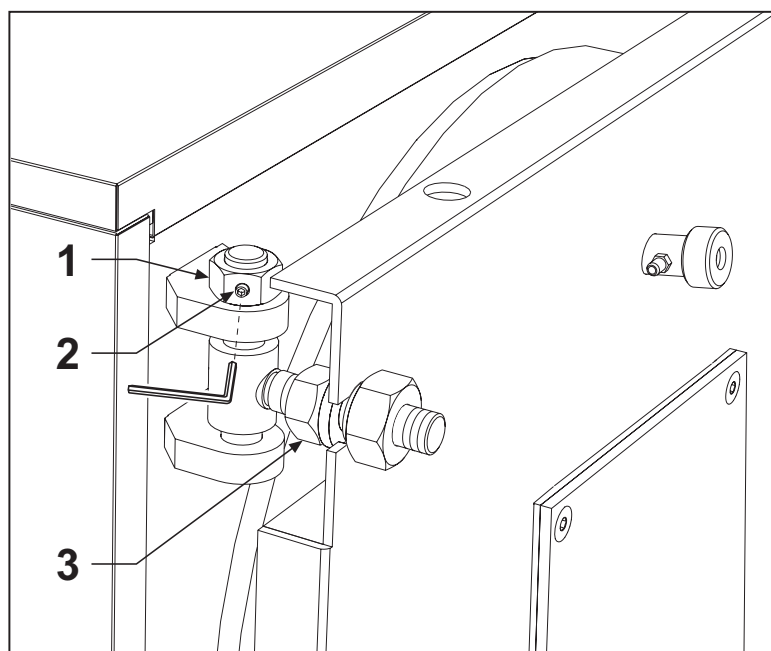

Fig. 12
- La regulación de la altura de la puerta se efectúa con la tuerca (pos. 1); terminada la regulación, bloquear los tornillos prisioneros (pos. 2 - Fig. 12).
- La regulación longitudinal de la puerta se efectúa con el tornillo pos. 3 - Fig. 12.